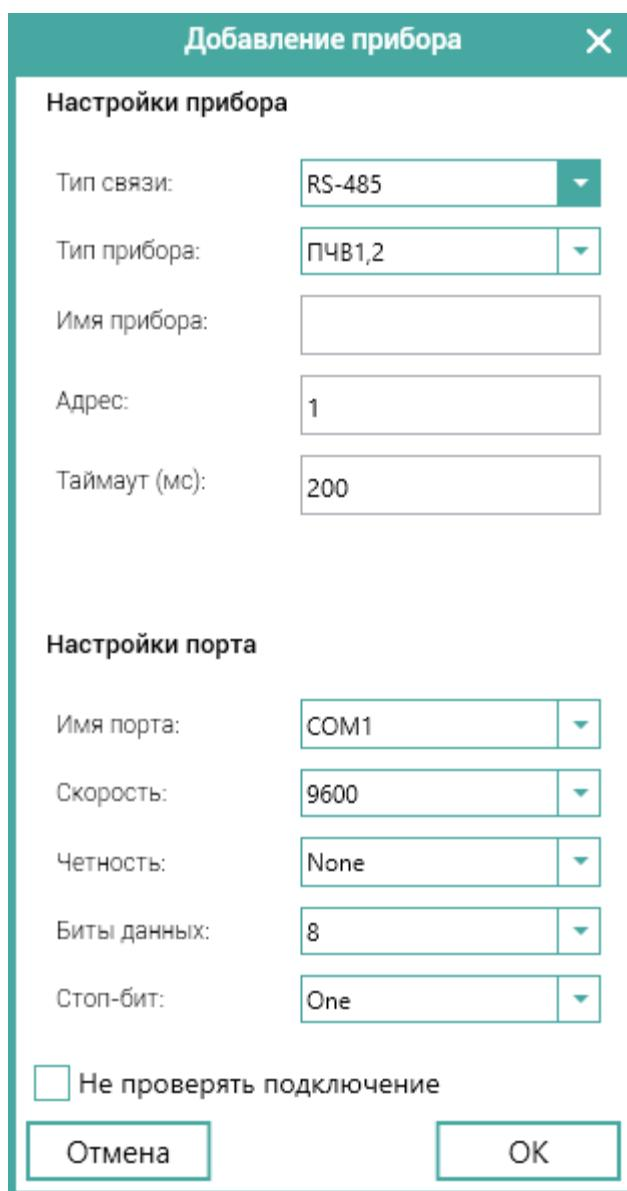

Рисунок 4.2 – Диалоговое окно «Добавление прибора» через RS-485
1. Через последовательный интерфейс RS-485 (см. рисунок 4.2).